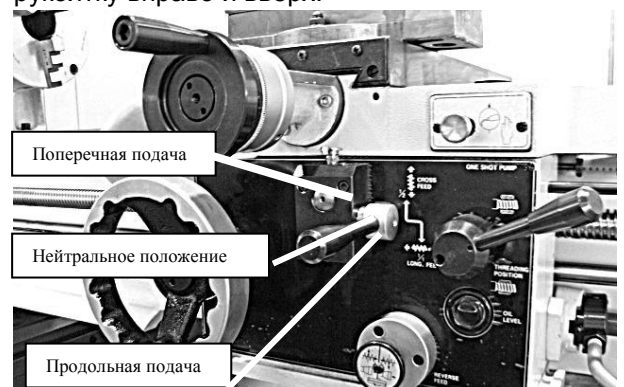

Рис. 46. Положения рукоятки управления подачей
- Используйте рукоятку управления подачей на передней стороне салазок для включения автоматической подачи либо каретки, либо поперечного суппорта (см. рисунок 46). Для включения каретки, нажмите рукоятку влево и вниз. Для включения поперечного суппорта, нажмите рукоятку вправо и вверх.